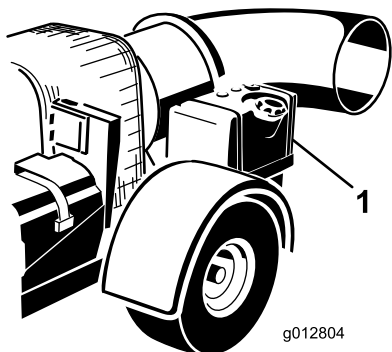

Bild 11
2. Reinigen Sie den Bereich um den Tankdeckel herum und nehmen den Deckel ab (Bild 11).